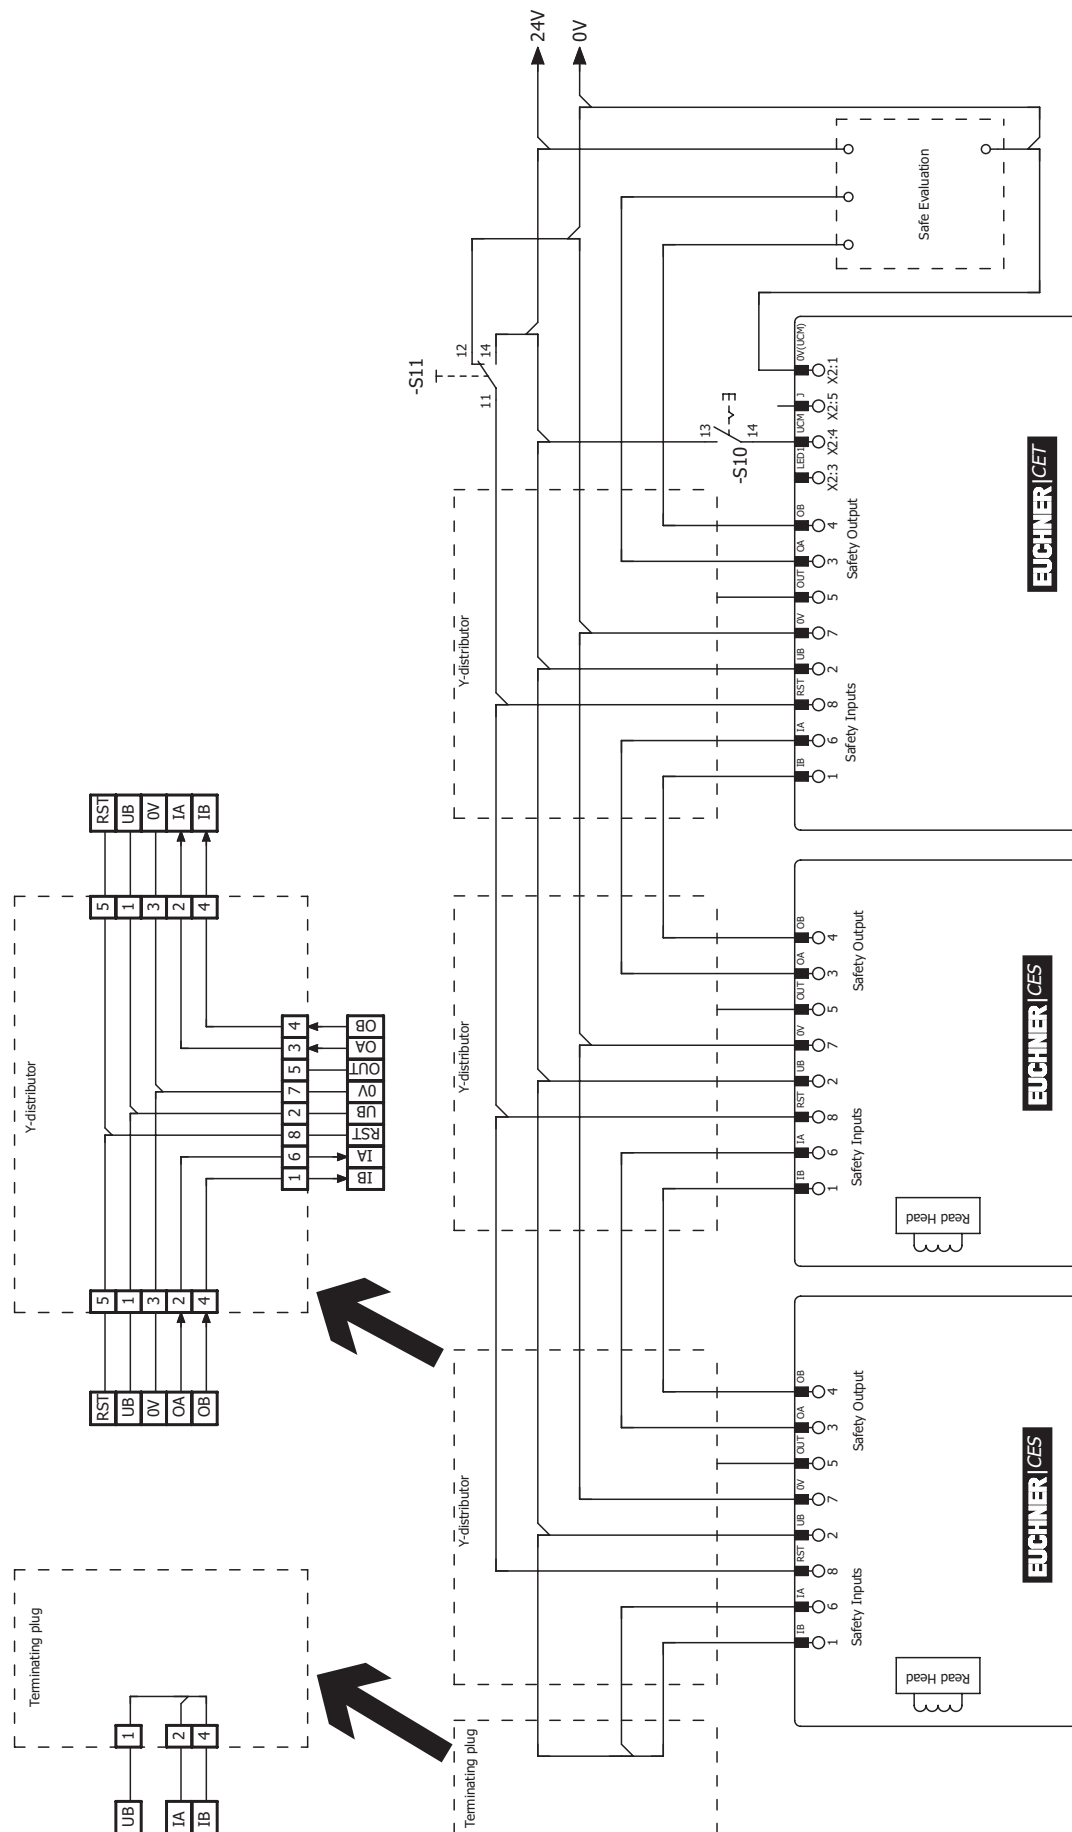

Figura 14: Ejemplo de conexión para el funcionamiento en una cadena de interruptores CES-AR
- › En caso de utilizar el interruptor CET-AR con circuito de retorno y pulsador de arranque, este debe estar en la última posición de la cadena de interruptores (véase la *Figura 14 en la página 34*).
- › Debe utilizarse una señal común para todos los interruptores de la cadena. Puede tratarse de un conmutador, pero también se puede utilizar la salida de un sistema de control. No deben utilizarse pulsadores, ya que el reinicio siempre debe estar en GND durante el funcionamiento (véase el interruptor S11 en la *Figura 14 en la página 34*).
Para que esto sea posible, la entrada RST debe conectarse como se muestra en la *Figura 14 en la página 34*.